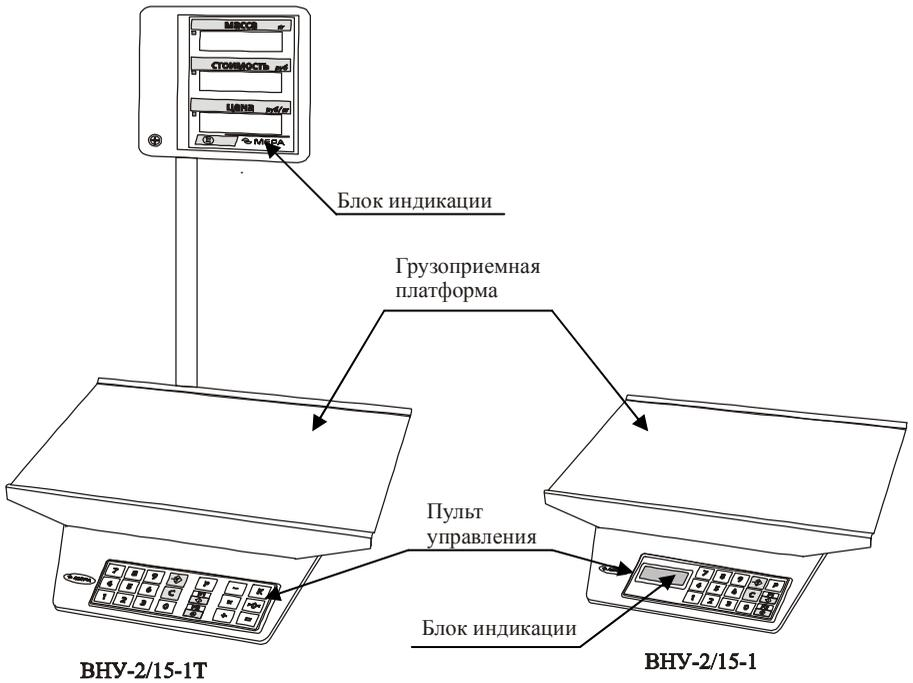

Рисунок 1 - Внешний вид весов
3.1 Весы состоят из следующих составных частей (рисунок 1):